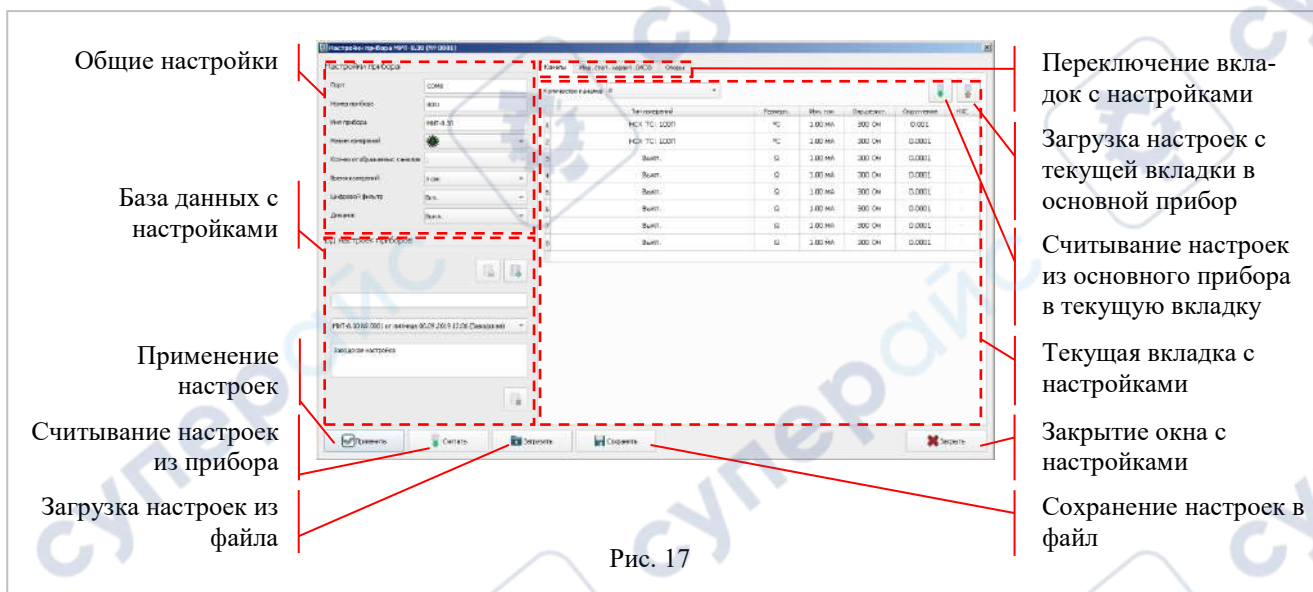

Рис. 17
4.2.14 Окно «Расширенные настройки прибора», рис. 17